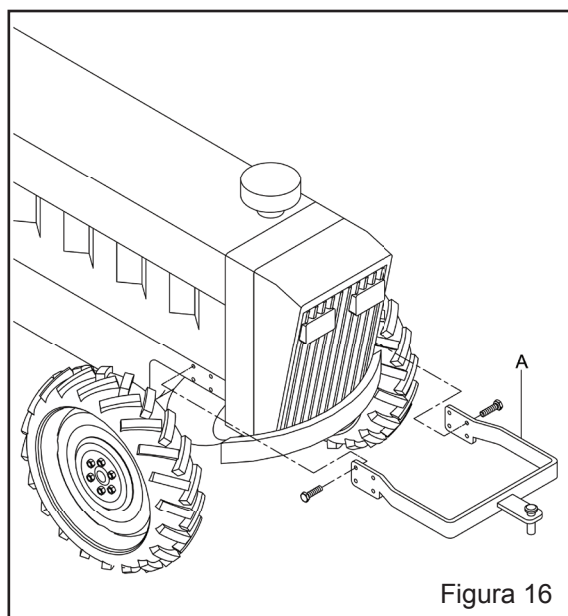

Figura 16
b) Fixe o suporte de adaptação frontal (para-choque) "A" na frente do trator, para o engate do braço de acoplamento dianteiro (Figura 16). O suporte de adaptação frontal possui vários modelos, especialmente desenvolvidos para o acoplamento nas várias marcas e modelos de tratores.